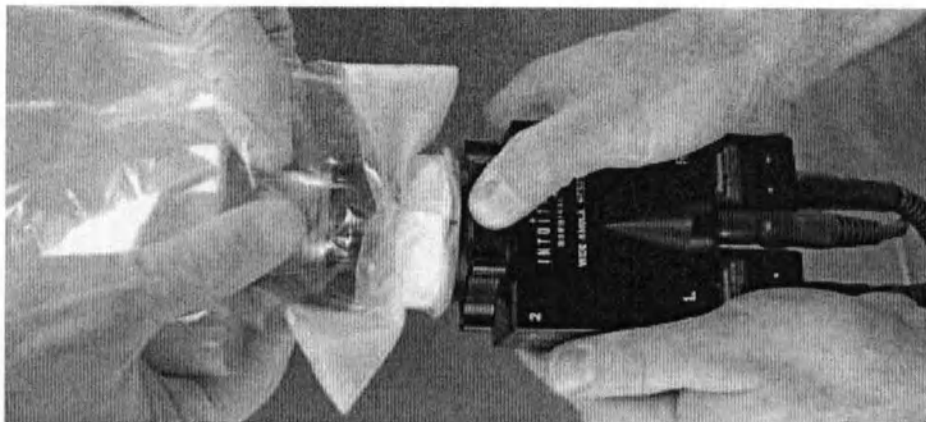

Рисунок 5.22. Присоединение головки камеры.
7. Нестерильная медсестра присоединяет головку камеры к стерильному адаптеру эндоскопа (рисунок 5.22). Затем операционная сестра выворачивает покрытие над головкой камеры, а нестерильная медсестра натягивает покрытие на кабели.